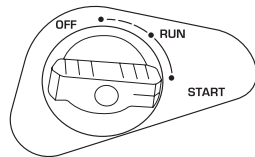

Рис. 3
4. Поверніть ручку повітряної заслонки в положення START. (Рис. 3)